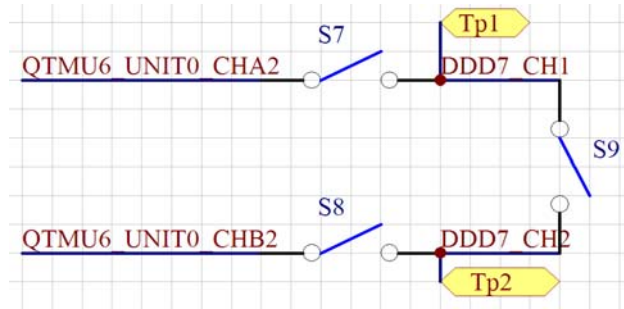

图 5.1 DDD 测试线路图
(1) 示例线路如下图 5.1:
DDD 主要用来输出数字信号，线路图 5.1 中，把 DDD\_CH1，DDD\_CH2 通过继电器与 QTMU 的 CHA2，CHB2 相连，通过控制 S7，S8 的通断就可以利用 QTMU 来测量 DDD 输出波形信号的频率。